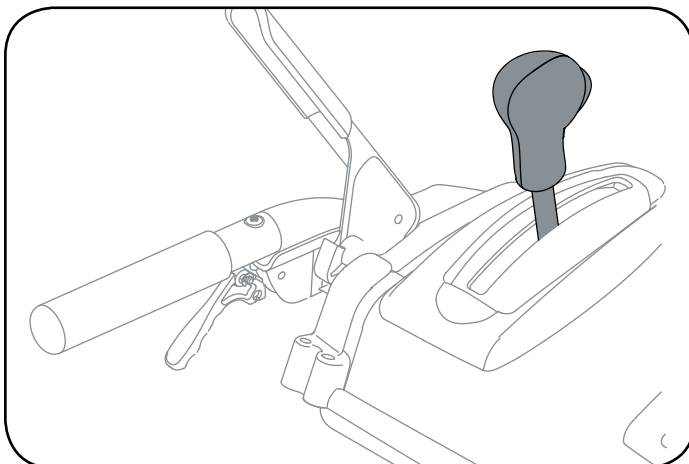

Figura 3
3. Sitúe el control del canal de 4 direcciones en una posición centrada. Vea la figura 3